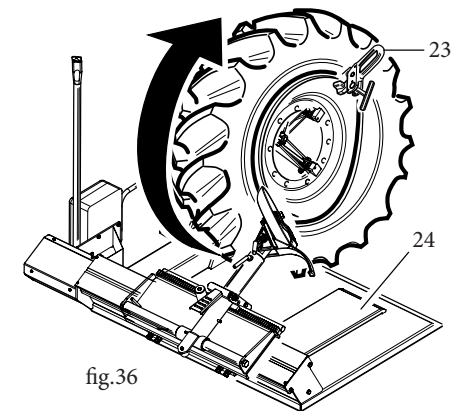

fig.36
- » Appoggiare il pneumatico sul cerchione, montare l'apposita pinza (23) (fig.36) sul bordo anteriore del cerchione e posizionare l'utensile con riferimento al filo del bordo del cerchione.
- » Introdurre la camera d'aria (tenendo presente di abbassare il mandrino) ed appoggiare la ruota sulla pedana carrello (24) (fig.36) per favorirne il montaggio.
- » Posizionare di nuovo l'utensile in prossimità della valvola con l'apposito segno di riferimento al bordo del cerchione, montare la pinza (23) (fig.36) alla sinistra dell'utensile facendo girare la ruota in senso orario ed assicurandosi che il tallone sia nel canale del cerchio.
- » Place the tyre on the rim, clamp the special pincers (23, fig. 36) on the front rim flange and position the tool with reference to the edge of the rim flange.
- » Insert the inner tube (remembering to lower the spindle) and support the wheel on the trolley platform (24, fig. 36) to assist the operation.
- » Re-position the tool near to the valve with the relevant reference point on the edge of the rim. Clamp the pincers (23, fig. 36) to the left of the tool and rotate the wheel clockwise making sure that the bead is inside the rim channel.
- » Appuyer le pneu sur la jante, monter la pince (23, Fig.36) sur le bord avant de la jante et positionner l'outil avec la référence au fil du bord de la jante.
- » Introduire la chambre à air en abaissant le plateau et appuyer la roue sur la plate-forme du chariot (24, Fig. 36) pour en rendre plus facile le montage.
- » Positionner à nouveau l'outil près de la soupape selon la référence au bord de la jante, monter la pince (23, Fig.36) à gauche de l'outil en faisant tourner la roue et en s'assurant que le talon soit dans le creux de la jante.
- » Den Reifen auf den Felgen aufsetzen, die entsprechende Zange (23) (Abb. 36) am vorderen Rand des Felgens festklemmen und das Gerät auf der Höhe des Felgenreands positionieren.
- » Die Luftkammer (auf das Heruntersinken des Zapfens achten) einführen und zur Erleichterung des Montagevorgangs das Rad auf dem Fußbrett des Schlittens aufsetzen (24) (Abb. 36).
- » Das Gerät erneut in die Nähe der Düse bringen und sich dabei an das Zeichen am Felgenreand halten, die Zange an der linken Seite des Geräts anbringen (23) (Abb. 36) und gleichzeitig das Rad im Uhrzeigersinn drehen und sich versichern, daß der Wulst im Felgenkanal ist.
- » Apoyar el neumático sobre la llanta, montar las tenazas especiales (23) (Fig. 36) sobre el borde delantero de la llanta.
- » Introducir la cámara neumática recordándose bajar el mandril y apoyar la rueda sobre la plataforma con carro (24) (Fig. 36) para facilitar su montaje mismo.
- » Colocar nuevamente el utensilio acerca de la válvula con la apropiada señal de referencia al borde de la llanta, montar las tenazas (23) (Fig. 36) a la izquierda del utensilio girando la rueda en sentido horario y asegurándose de que el talón esté en el canal de la llanta.